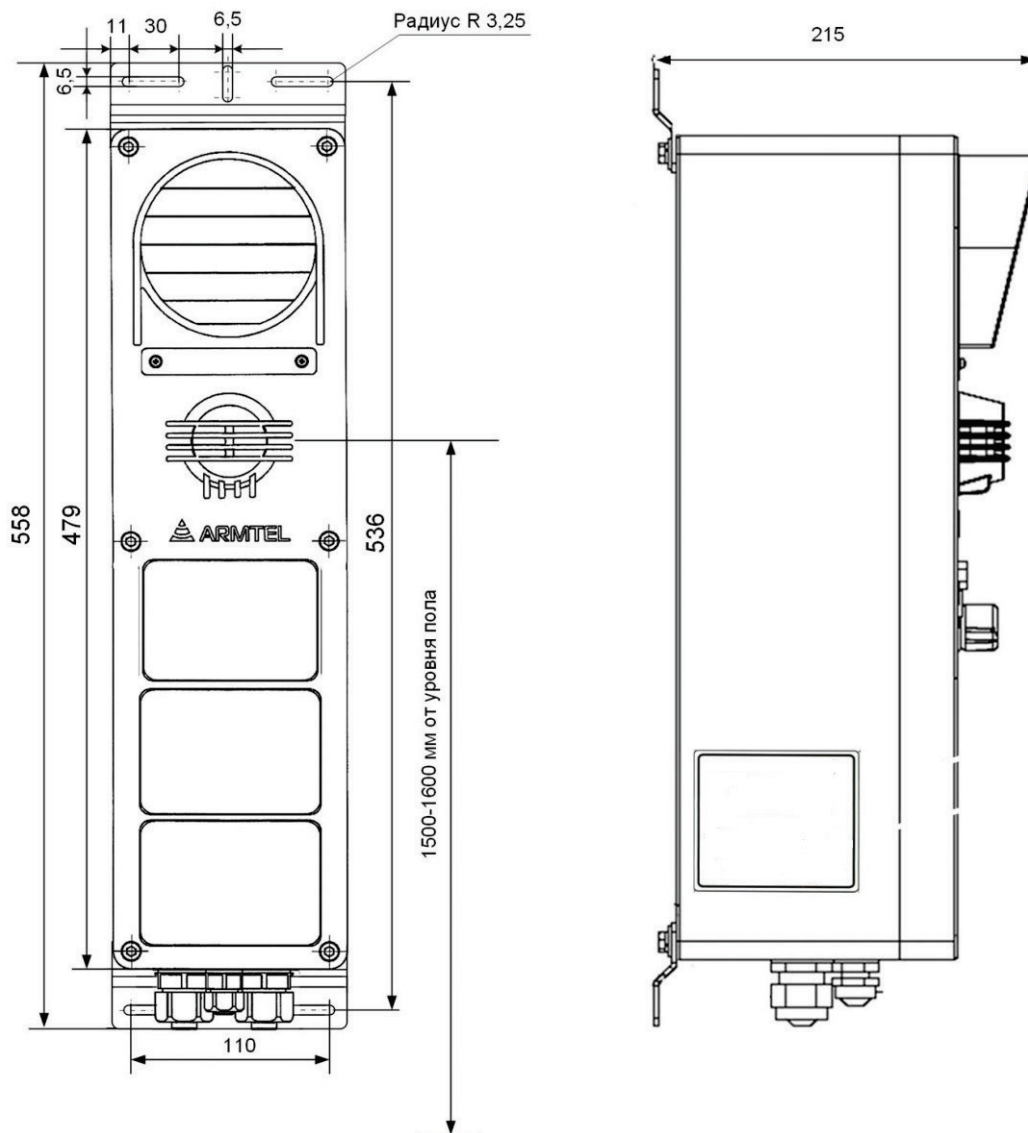

Рисунок 5 – Установка DWEx
9. Проверить установки регуляторов на плате DW-BC (см. рисунок 5). Перед первым включением регуляторы уровней громкости основного (VOLUME INT), дополнительного усилителя 25 Вт (VOLUME EXT) и регуляторы чувствительности встроенного (MIC.EXT), внешнего (MIC.INT) микрофонов и микрофона трубки (MIC.HS) должны быть в среднем положении.